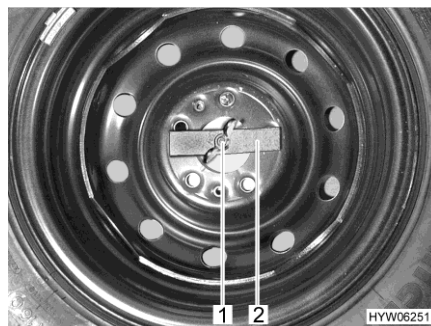

Bild 244 Ersatzrad im Heckstauraum
- Flügelmutter (Bild 244,1) von Hand lösen und abschrauben.
- Druckstück (Bild 244,2) abnehmen.